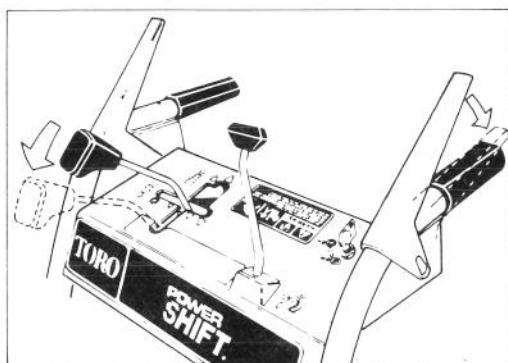

Figure 12
2. Pour orienter le roues vers l'avant ou vers l'arrière, tirez la commande de conversion sans la relâcher jusqu'au bout vers l'avant en position Power Shift (fig. 12).
3. Engagez entièrement le levier d'entraînement de traction pour régler les roues en position Power Shift (figs. 12 & 13).